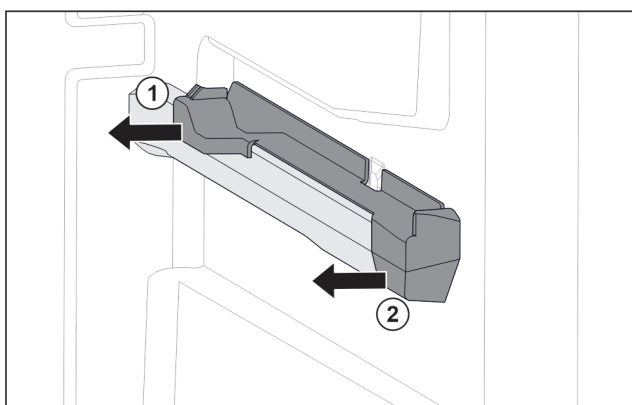

Fig. 152 Natični dio na desnom žlijebu spremnika
- Skinite natični dio straga u stranu. Fig. 152 (1)
- Skinite natični dio sprijeda u stranu. Fig. 152 (2)